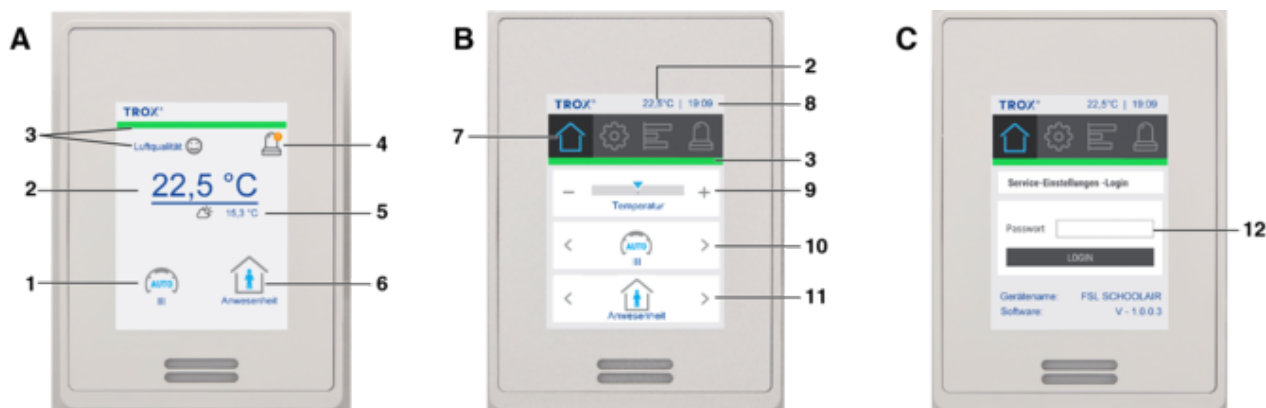

Abb. 38: Digitales Raumbediengerät
<p>Einstellungen</p> <p>Anzeige Geräte-Name (konfigurierbar über Einstellungen) und aktuelle Softwareversion. Passwortgeschützter Bereich zum Zurücksetzen der Filterwechselanzeige und Aktivierung der Ferienschtaltung (Betriebsmodus = Aus).</p> <p>Der Zugriff auf die Einstellungen kann mit einem Passwort (optional) gesperrt sein, (Abb. 38/C).</p> <p>Zur Passwordeingabe das Feld „Passwort“(12) anwählen. Mit der eingeblendeten Ziffern-Tastatur das festgelegte Passwort eingeben und mit [Enter] (links unten) bestätigen. Danach [Login] anwählen.</p>